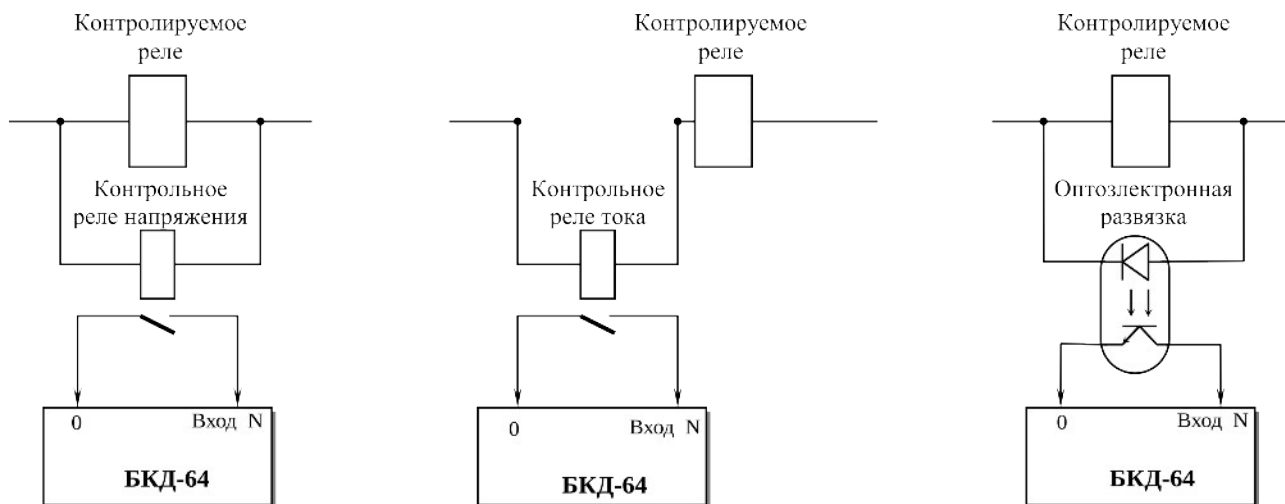

Рисунок 48
11.1.6.5 При отсутствии у контролируемого реле свободных контактов, применяются маломощные контрольные электромеханические, герконовые или полупроводниковые реле. Контрольные реле напряжения включаются параллельно контролируемому элементу, контрольные реле тока – последовательно (см. рисунок 48).